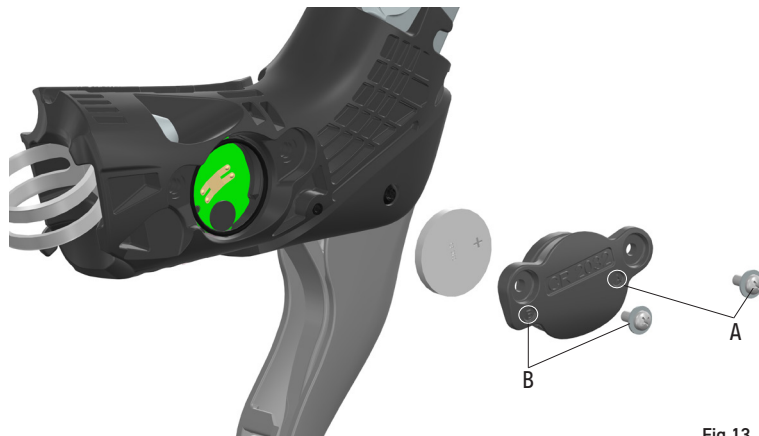

Fig.13
- Utilice un destornillador Phillips para desenroscar y retirar el tornillo y la arandela de la posición A (Fig. 13), y luego proceda a hacer lo mismo con el tornillo y la arandela de la posición B (Fig. 13).
- Para retirar la tapa de la batería, utilice el saliente de la tapa situado cerca del tornillo B (Fig. 13).
- Retire la pila e inserte una pila CR2032, asegurándose de que el lado con el símbolo «+» esté orientado hacia la tapa (Fig.13).
- Vuelva a colocar la tapa y apriete los dos tornillos con un destornillador Phillips (Fig.13).